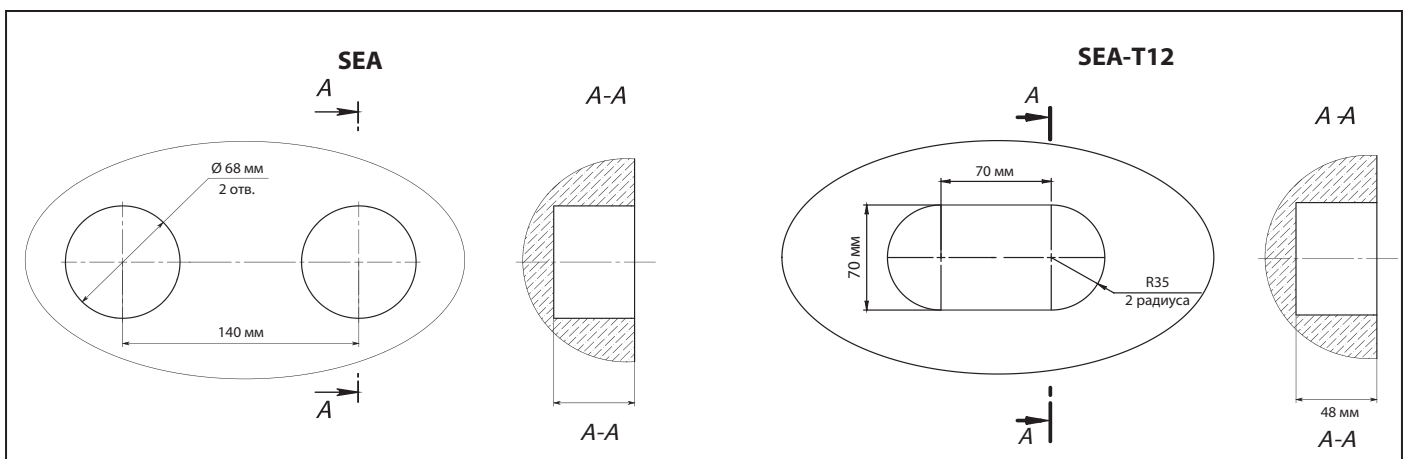

Рис. 15.
- 12. Установите панель управления SEA-T12 с блоком питания в предварительно подготовленные отверстия в стене, как показано на рис. 15, в недоступном для детей месте. При выборе места монтажа панели**